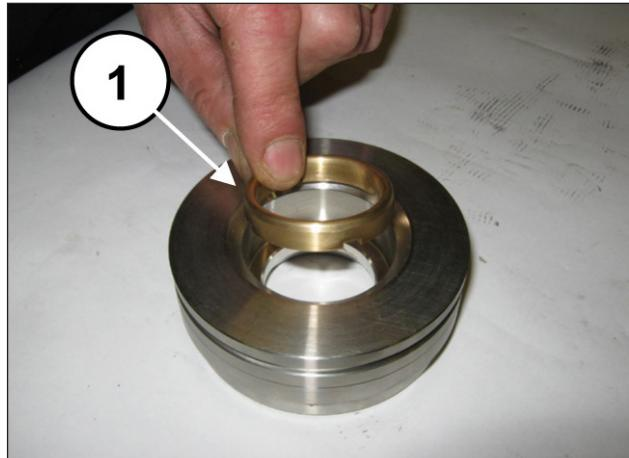
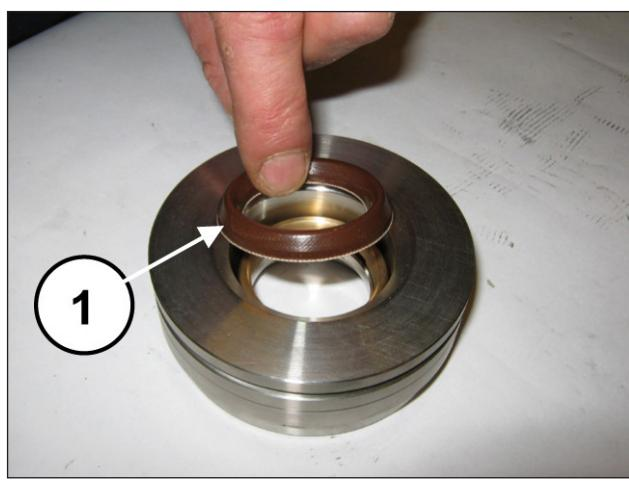
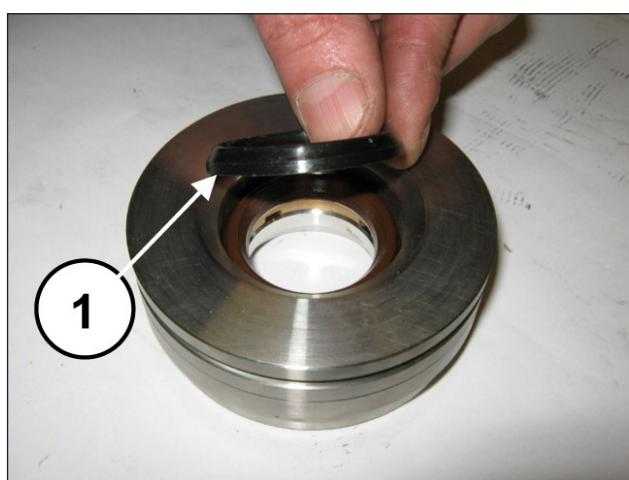

Рис. 178
Рис. 179
Рис. 180
Установите кольцо головки (поз. ①, Рис. 178), уплотнение высокого давления (поз. ①, Рис. 179) и стопорное кольцо (поз. ①, Рис. 180).